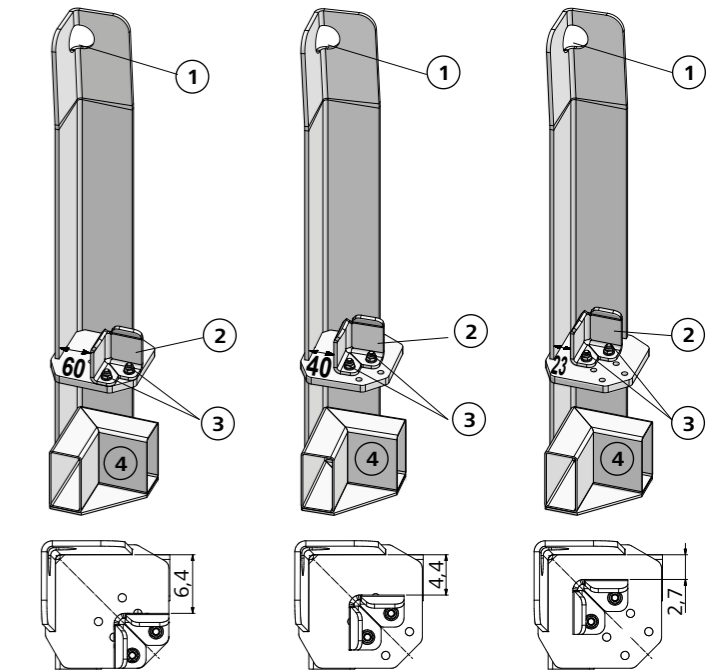
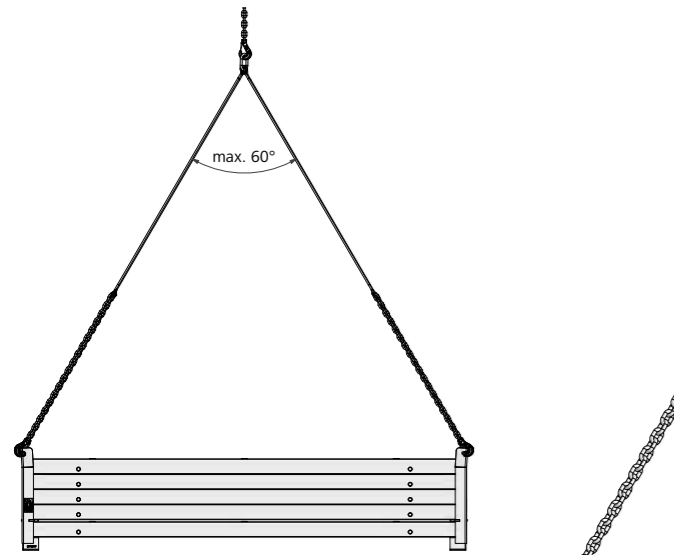

Fig. 1
Fig. 3 : Angle d'élingage 60° max.
- Pendant la manœuvre de levage (Fig. 3), la charge doit être déplacée de manière à éviter le balancement ou le heurt de la charge. Les crochets de levage ne doivent pas être sollicités au niveau de la pointe et doivent se mouvoir librement dans l'œillet d'accrochage ①.
L'angle d'empilement 60/40/23 est destiné à la manutention et au stockage des panneaux de coffrage vertical Mammut XT, Mammut 350, StarTec XT, StarTec, AluStar, EcoAs et AluFix. Les panneaux doivent avoir les mêmes dimensions. Utilisez toujours 4 angles d'empilement 60/40/23 par levage ou manutention. Les piles sont déplacées séparément à l'aide d'une élingue (Fig. 3) ou d'un chariot à fourche. Moyen de levage pour les panneaux de coffrage vertical, se pose entre la grue et la charge. Il faut au moins deux panneaux de coffrage vertical : un panneau repose sur les profils creux ④ face coffrante vers le haut, le deuxième panneau repose sur la pièce située au-dessus des profils creux, sur la platine munie d'un angle de positionnement ②. L'unité de manutention doit compter au maximum cinq panneaux de coffrage vertical (Fig. 3). L'angle de positionnement doit être positionné en fonction des panneaux à déplacer (Fig. 1). Utilisez une élingue 4 brins et posez un crochet de levage sur l'œillet d'accrochage ① de chaque angle d'empilement.
Réglez l'angle de positionnement ② de l'angle d'empilement 60/40/23 en fonction de l'épaisseur du cadre du panneau (EA/AF = 23 mm, AS/ST/ST XT = 40 mm, M/M 350/M XT = 60 mm), voir Fig. 1.